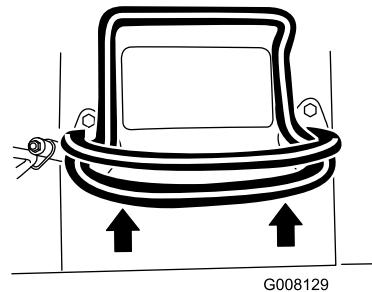

Figura 7
- Para avançar, empurre o controlo de tração para a frente (Figura 7).